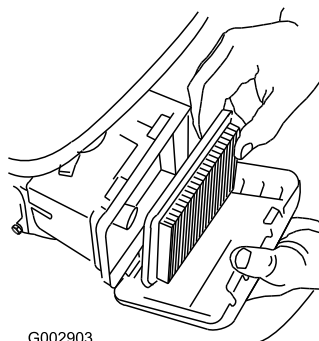

Figure 18
3. Déposez le filtre à air (Figure 18).